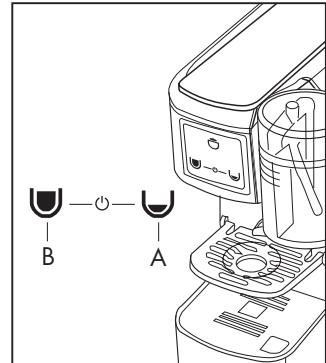

Abb. 4
- Das Gerät durch Drücken eines der Symbole (A) und (B) einschalten oder gleichzeitig die beiden Symbole (A) und (B) drücken. (**Abb. 4**).
- Die Tasten an der Steuertafel (2) beginnen zu blinken. Sobald sie fest leuchten ist das Gerät betriebsbereit (**Abb. 4**)
- Stellen Sie sicher, dass keine Kapsel eingesetzt wurde und dass der Behälter (8) mit Wasser gefüllt ist; Schalten Sie das Gerät durch Drücken eines der Symbole (A-B) ein oder drücken Sie gleichzeitig die beiden Symbole (A-B) (**Abb. 4**)
- Schließen Sie die Halterung der kleinen Tasse (9) und stellen Sie eine große leere Tasse unter die Ausgabeöffnung (4). Wenn die Tasten der Steuertafel (2) fest leuchten, ist das Gerät betriebsbereit. Drücken Sie eine der beiden Tasten (A) oder (B); dadurch erfolgt die Wasserabgabe. Wenn die gewünschte Wassermenge abgegeben worden ist, drücken Sie dieselbe Taste nochmals.